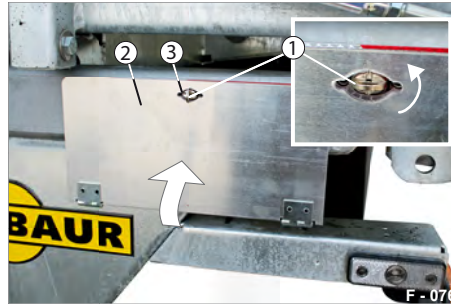

Abb. 99 Park-Warntafel, Alu-Blech
- ▶ Klappen Sie die aufgeklappte Teilhälfte (Abb. 99/2) der Warntafel hoch.
- ▶ Drehen Sie den Drehverschluss (Abb. 99/1) in senkrechte Stellung.